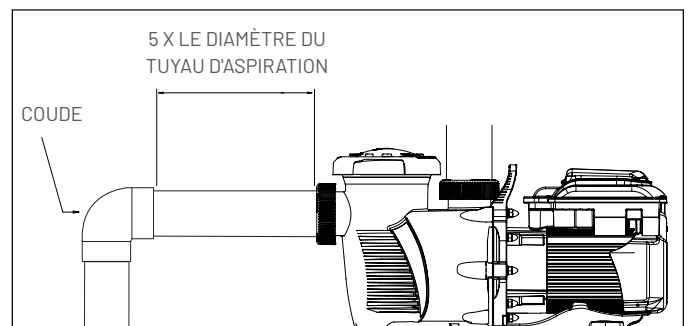

Figure 2 : tuyauterie recommandée
4. Pour la plupart des installations, Pentair recommande d'installer une vanne sur les conduites d'aspiration et de retour afin de pouvoir isoler la pompe pendant les travaux d'entretien courants. Cependant, nous recommandons également qu'une vanne, un coude ou un té installés sur la conduite d'aspiration ne soit pas placé à une distance de l'avant de la pompe inférieure à cinq (5) fois le diamètre de la conduite d'aspiration. Soutenez indépendamment le tuyau près de l'aspiration et du refoulement de la pompe afin de réduire la contrainte exercée sur la pompe. Évitez de trop serrer les raccords de conduite. Utilisez des produits d'étanchéité pour conduites en plastique. Ne pas utiliser de produits à base de pétrole. La conduite d'aspiration doit absolument être dépourvue de fuites d'air. La conduite d'aspiration devrait avoir la même taille que l'entrée d'aspiration de la pompe. Voir Figure 2.